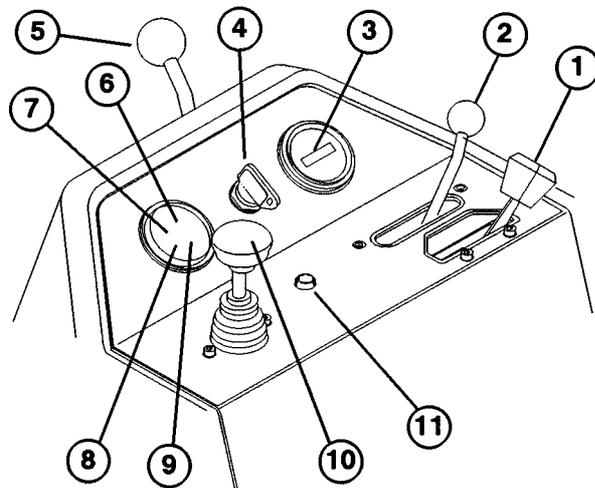

Fig. 10
Leva del gas (Fig. 10)—La leva del gas controlla la velocità del motore. Spostare la leva del gas in posizione “FAST” per aumentare i giri del motore, e in posizione “SLOW” per ridurli.
Leva di comando delle funzioni (Fig. 10)—Propone due (2) tipi di trazione più la posizione di folle (NEUTRAL). Si può spostare da tosatura a trasporto e da trasporto a tosatura (non in folle) mentre il Greensmaster 3200-D è in moto, senza pericolo di danni.
Contaore (Fig. 10)—Indica il totale delle ore di funzionamento del motore. Il contaore inizia a funzionare ogni volta che la chiave viene messa in posizione di accensione “ON”.
Interruttore di accensione (Fig. 10)—Inserire la chiave nell'interruttore e girarla a fondo in senso orario, in posizione di avviamento “START”, per avviare il motore. Non appena si avvia il motore, rilasciare la chiave, che ritorna in posizione “ON”. Per arrestare il motore girarla in senso antiorario, in posizione “OFF”.
Leva di bloccaggio del braccio di comando sterzo (Fig. 10)—Girare la leva indietro per allentare la regolazione, alzare o abbassare il braccio di comando sterzo per il confort dell'operatore, quindi girarla in avanti per serrare.
Spia della temperatura dell'acqua (Fig. 10)—Questa spia è accesa ed il motore si spegne automaticamente quando la temperatura del refrigerante motore è troppo elevata.
Pulsante di esclusione per alta temperatura (Fig. 10)—Se il motore si spegne a causa di sovratemperatura, tenere premuto il pulsante di esclusione fin quando la macchina può essere spostata in un luogo sicuro per raffreddarsi.
Spia delle candele ad incandescenza (Fig. 10)—Quando è accesa indica che le candele ad incandescenza sono accese.
Spia della batteria (Fig. 10)—La spia è accesa se la batteria è quasi scarica.
Spia della pressione dell'olio (Fig. 10)—La spia è accesa se la pressione dell'olio motore scende sotto il livello di sicurezza.
Comando alza/abbassa-tosa (Fig. 10)—Spostare in avanti questo comando durante il lavoro per abbassare gli apparati di taglio e mettere in moto i cilindri. Tirare indietro la leva per arrestare i cilindri ed alzare gli apparati di taglio. Durante il lavoro è possibile arrestare i cilindri tirando indietro il comando momentaneamente, e rilasciandolo. Per riavviare i cilindri spostare il comando in avanti.